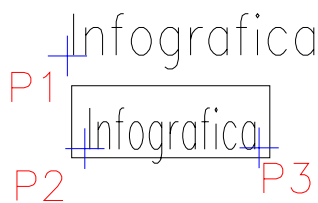

Fig. U8.6
1. Utilizând stilul creat în exemplul precedent (cu numele *Nou*), se scrie textul *Infografica* deasupra dreptunghiului din Fig. U8.6